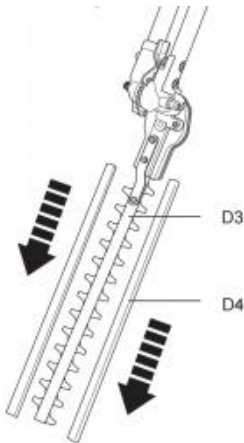

Fig. 23
1) Vor der Inbetriebnahme die Klingenschutzabdeckungen (D4) von der Klinge (D3) entfernen (Abb. 23).